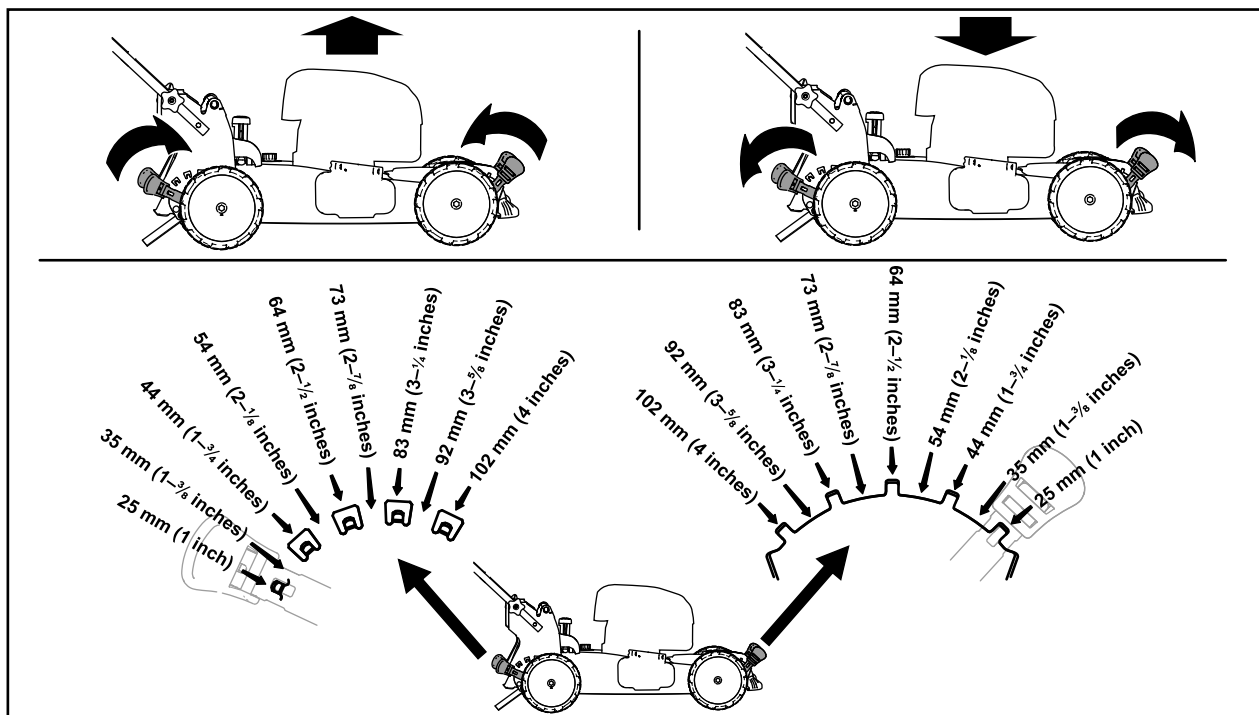

Figuur 8
2. Til het deksel van het accucompartiment op (A van Figuur 8).
3. Lijn de holte in het accupack uit met de koppeling op de machine en schuif het accupack in het compartiment tot het vastklikt (B van Figuur 8).
4. Sluit het deksel van het accucompartiment (C van Figuur 8).